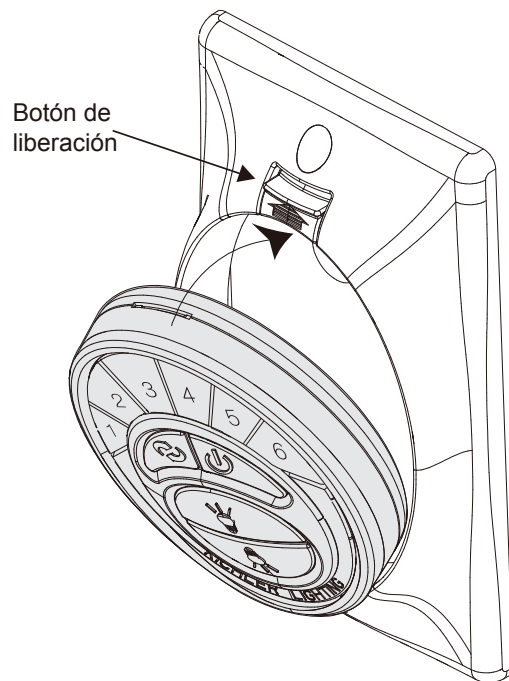

Fig. 30
1. Inserta el transmisor en la placa de pared insertando primero la parte inferior del transmisor y luego presiona la parte superior del transmisor en el bolsillo. El transmisor funcionará completamente desde esta ubicación o puede quitar el transmisor y usarlo como un dispositivo "de mano". (Fig. 30)